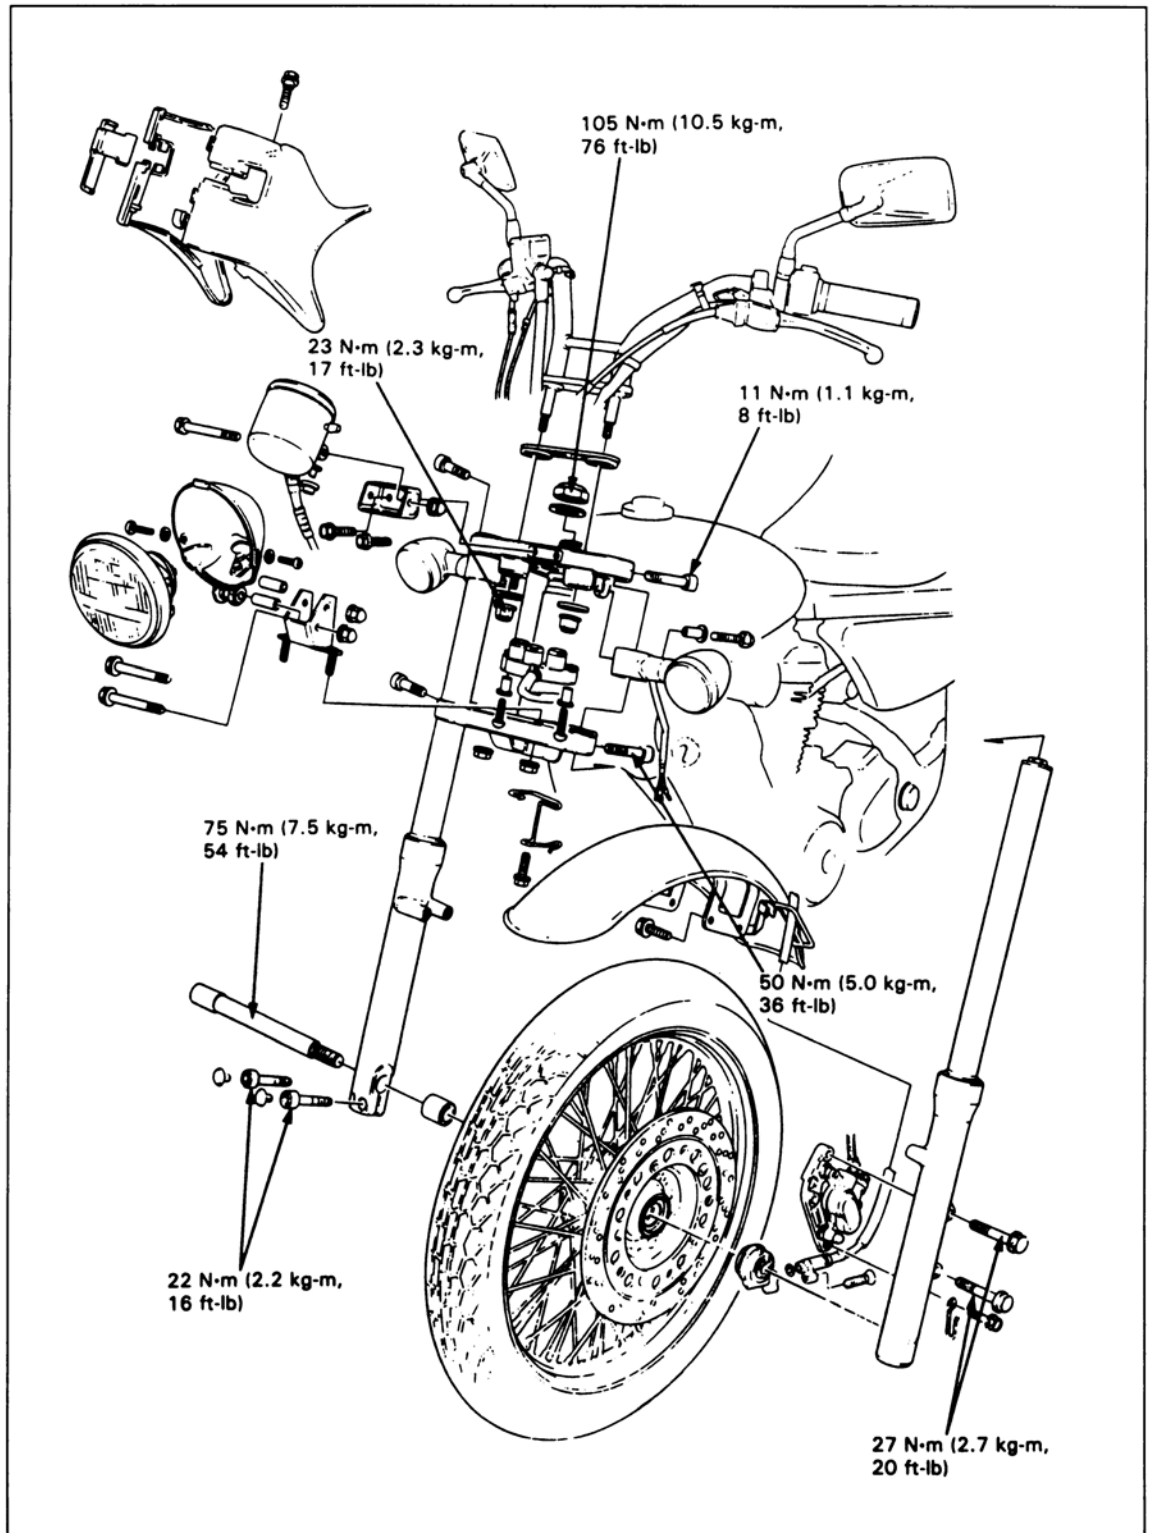

Bild 161
- Tachowelle: Halteschraube Bild 161 (Kreuzschlitz) ausdrehen und Welle von Hand ausziehen.
- Klemmschrauben der oberen Gabelbrücke (Bild 161) lockern und obere Gabel-Verschluss-schrauben vorläufig lockern, aber noch nicht ganz herausdrehen.